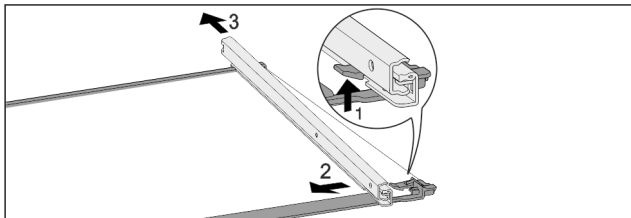

Fig. 165 Staklena ploča s vodicama
- Prednji uskočnik pritisnite prema gore. Fig. 165 (1)
- Izvlačnu vodicu povucite u stranu Fig. 165 (2) i prema natrag Fig. 165 (3).